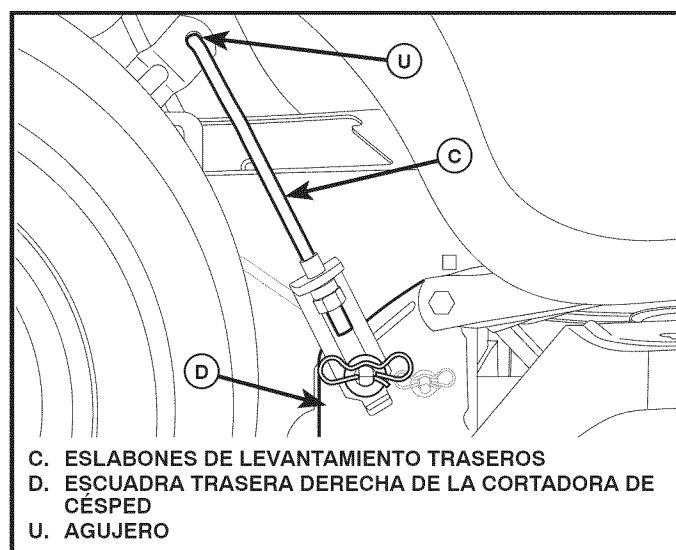

Fig. 30
7. INSTALE LOS ESLABONES DE LEVANTAMIENTO TRASEROS (C) (Vea Fig. 30)
- Inserte el extremo de varilla del eslabón de levantamiento trasero (C) dentro del agujero (U) en el brazo de suspensión del eje de levantamiento del tractor y haga oscilar el eslabón hacia abajo hacia la cortadora de césped.
- Levante la esquina trasera de la cortadora de césped y ubique la ranura en el conjunto de eslabones sobre la chaveta en la escuadra trasera de la cortadora (D); asegure con una arandela grande y un resorte de retención grande.